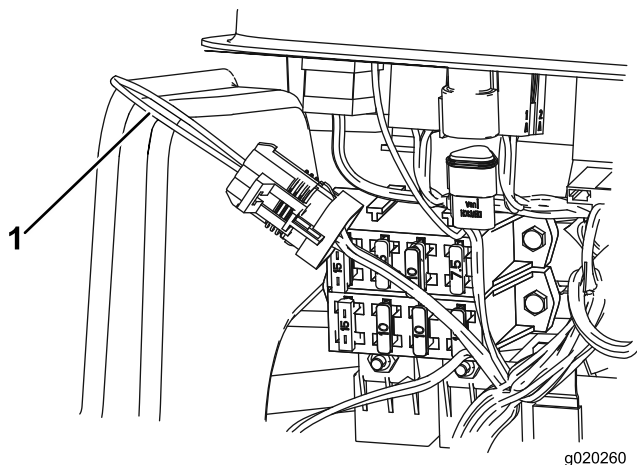

Figura 36
3. Localice el arnés de cables y el conector de bucle (Figura 36).